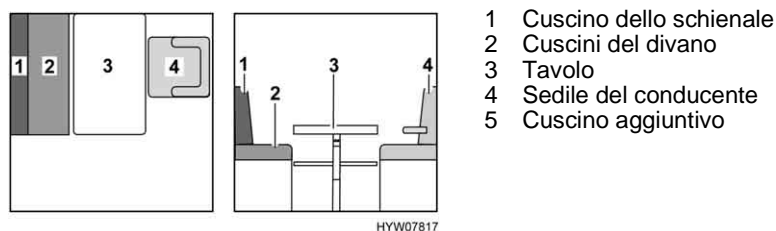

Fig. 108 Prima della trasformazione
- Ruotare il sedile del conducente (Fig. 108,4) e spostarlo completamente in avanti.
- Trasformare il tavolo (Fig. 108,3) in struttura di supporto letto (vedi paragrafo 6.7).